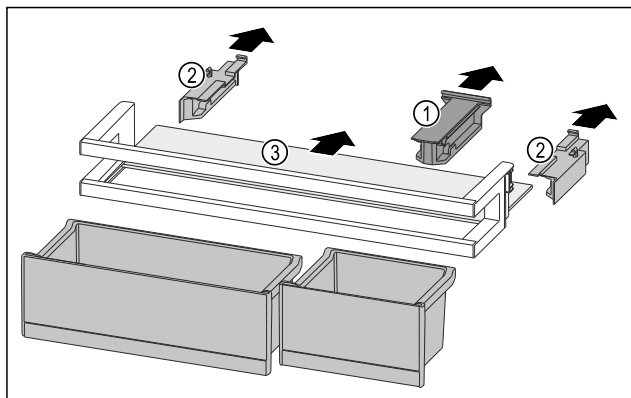

Fig. 90
- ▶ Vedä kiinnitysosa Fig. 90 (1) irti.
- ▶ Vedä sivuosat Fig. 90 (2) irti.
- ▶ Ota säilytyshyllly Fig. 90 (3) pois.